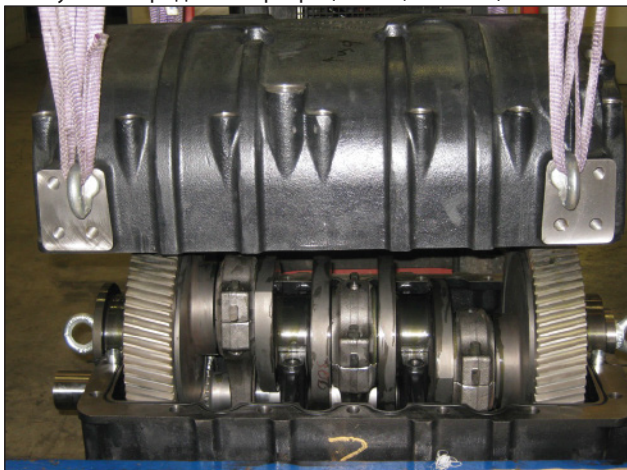
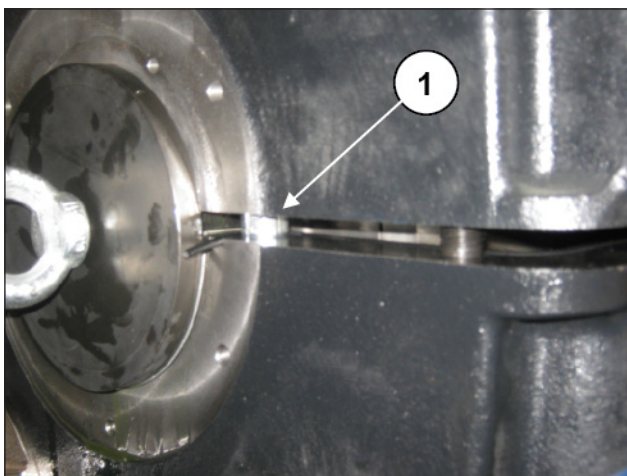

Рис. 110
Рис. 111
Установите задний картер (Рис. 110), проверив центровку по втулкам переднего картера (поз. ①, Рис. 110).
Прикрутите задний картер с помощью 22 винтов M16 (поз. ①, Рис. 110), как показано на схеме на Рис. 111. Откалибруйте винты с помощью динамометрического ключа, как указано в параграфе 3.